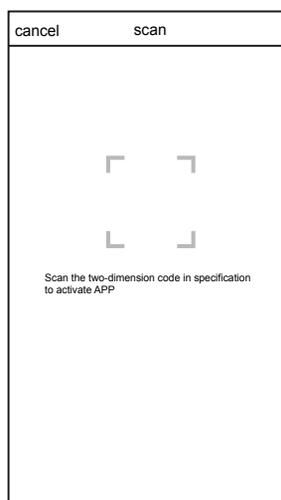

Fig. 2
**Fonction SCAN:** en cliquant sur «scan» et en scannant le QR code à droite (Fig.2).